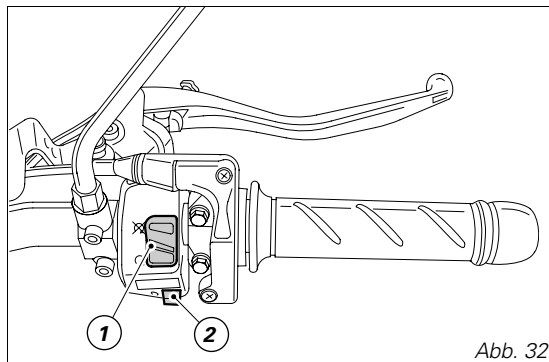

Abb. 32
2) Sicherstellen, dass sich der Stopschalter (1, Abb. 32) auf  (**RUN**) befindet, dann den Startknopf (2) drücken. Dieses Modell hat eine Startautomatik. Dank einer Servounterstützung kann der Motor durch einen kurzen Druck auf den Startknopf (2) gestartet werden. Beim Drücken der Taste (2) springt der Motor innerhalb einer von der Motortemperatur abhängigen Maximalzeit automatisch an.